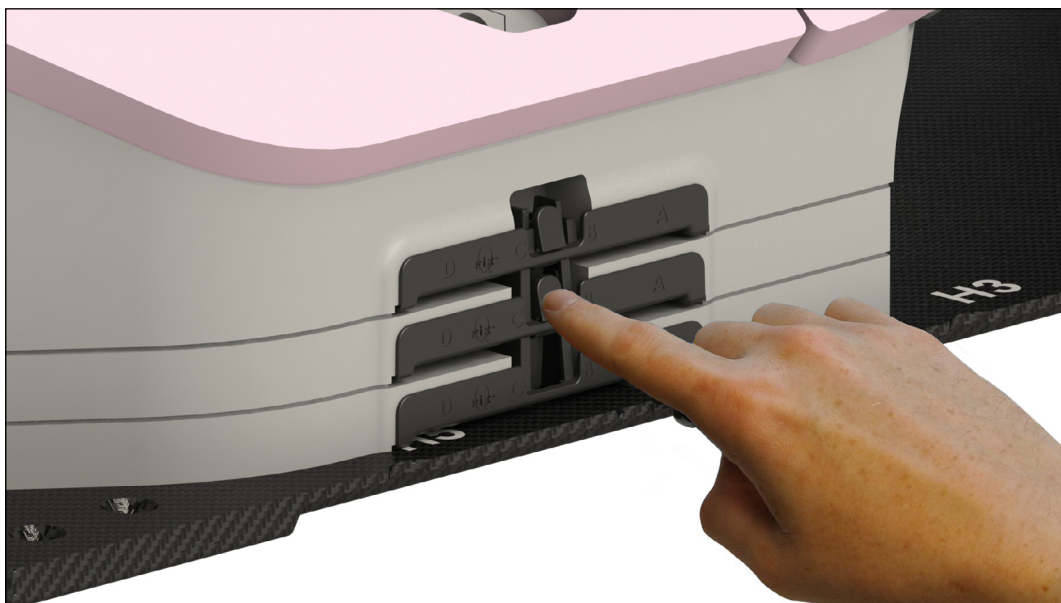

Fig. 10
4. För att minska höjden för enheten ska du ta bort bröstenheten för Access Prone G2 eller Access Prone. Tryck in frigöringsknappen på vardera sidan om referensplattan. (Fig. 10)